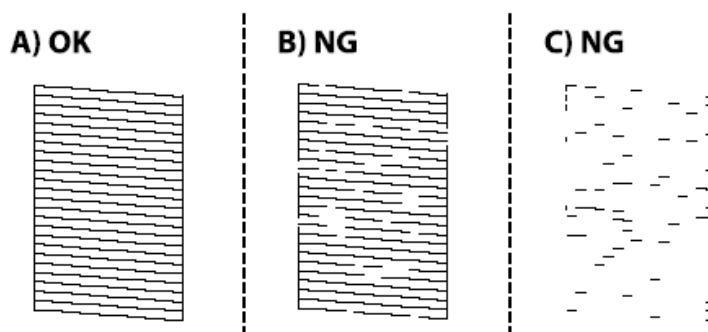

Рисунок 2.3 – Тестовий відбиток стану сопел при профілактиці друкуючої головки
4. Дочекайтеся, поки світлодіод перейде в режим постійного світіння, після чого повторно зніміть тест дюз. Цикл промивання та контрольного друку виконується до тих пір, поки структура ліній на зразку не стане ідеальною (див. рис. 2.3).